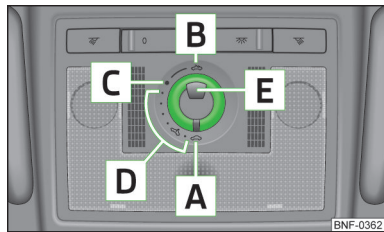

Fig. 33
- › Drej kontakten til position [C] » Fig. 33.
- › Drej kontakten til en position i området [D] » Fig. 33.
- › Drej kontakten til position [B] » Fig. 33, og hold den i denne position (fjædret position).
- › Drej kontakten til position [A] » Fig. 33.
- › Placer kontakten i position [A] » Fig. 33 på side 44.